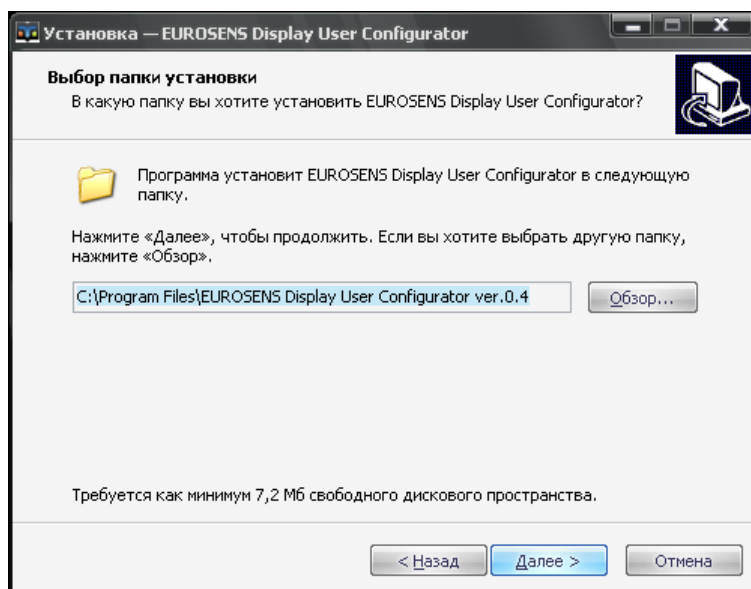

Рис.9
10) в следующем окне (рис.9) необходимо выбрать папку установки программы (по умолчанию программа устанавливается в папку "C:\Program Files\EUROSENS Display User Configurator ver.X.X" для операционной системы 32-bit и "C:\Program Files (x86)\EUROSENS Display User Configurator ver.X.X" для операционной системы 64-bit):